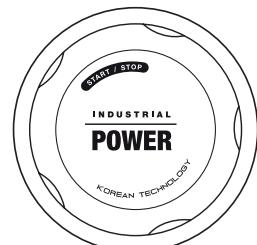

Рис. 6
- Переведите выключатель на мойке в положение «**START**» (Рис. 6). Двигатель начнет работать создавая давление в системе, при достижении максимального значения давления двигатель остановится.
- Переведите выключатель в положение «STOP» (Рис. 6).